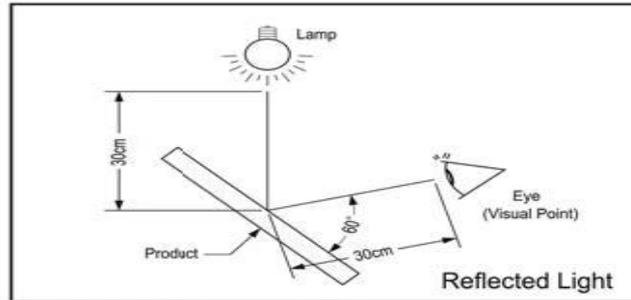

Figure 11-1
(Figure 11-1).
[(2) 检测始用之灯光为一盏30W 白炽灯光, 并于面板上侧照射, 检测时须放置在离眼睛30cm 处(Figure11-1)]